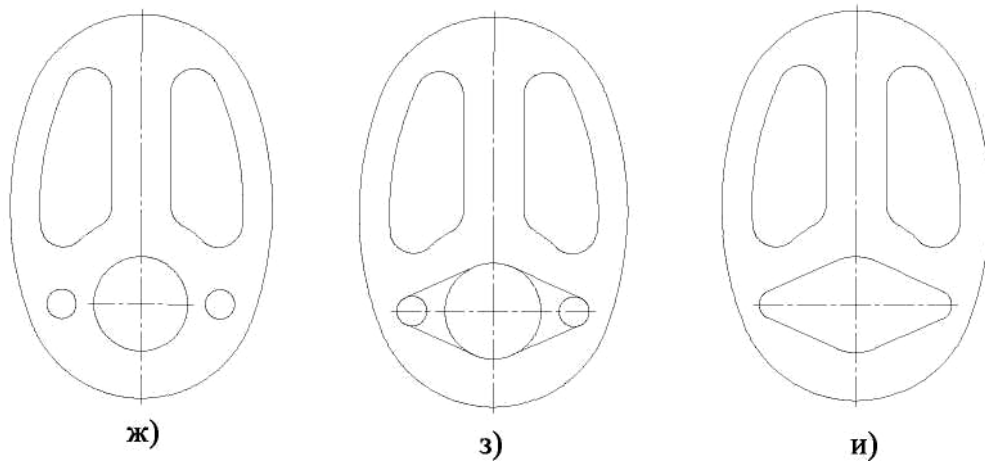

Рис. 2.12 - Последовательность выполнения лабораторной работы
2. Изобразить осевые линии (рис.2.12 а).
б) щелкнуть по пиктограмме **Отрезок**, задать стиль линии **Осевая**, а затем изобразить осевые линии (рис. 2.12 а). При формировании изображений осевых линий использовать расширенную команду  - **Параллельный отрезок** -
3. Изобразить заданные окружности (рис. 2.12 а). Для точного указания точек использовать объектную привязку **Пересечение**. Для этого щелкнуть на кнопке  - **Установка глобальных привязок** и в открывшемся окне установить опцию **Пересечение**.
4. Построить окружности, касательные к заданным окружностям (рис. 2.12 б).
5. Удалить ненужные части окружностей. Использовать команду  - **Усечь кривую** панели **Редактирования** (рис. 2.12 в).
6. Построить дугу окружности **m** на заданном удалении от внешнего контура и прямую **n**, параллельную вертикальной оси симметрии (рис. 2.12 г). Использовать команду  - **Эквидистанта кривой** панели **Геометрия**.
7. Построить сопряжения между прямой **n** и дугой окружности **m**. Для построения сопряжений использовать команду  - **Скругление** (рис. 2.12 д, ж).
8. Построить окружности и касательные к ним. Для построения касательных использовать опцию  - **Отрезок, касательный к двум кривым** (рис. 2.12 з, и).
9. Удалить ненужные части окружности с использованием команды  - **Усечь кривую** (рис. 2.12 к).
10. Установить точность размерных надписей - число знаков после запятой 0 (рис. 2.12). Выполнить изображения размеров.